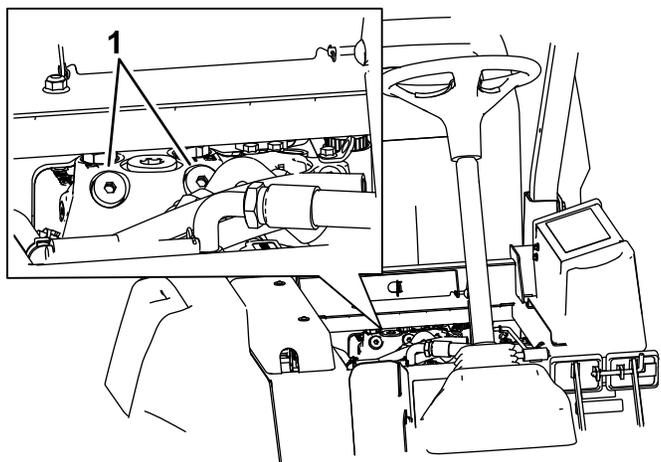

Рисунок 38
1. Поднимите сиденье и найдите перепускные клапаны, расположенные под передней частью топливного бака (Рисунок 38).